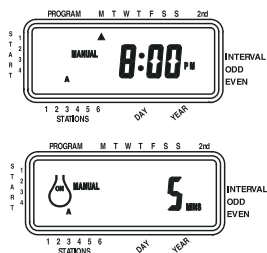

Figure 14: Arrosage manuel de la station 3 pendant cinq minutes
- Pour sauter une station, appuyer sur la touche **SUIVANT** jusqu'à ce que le curseur clignote au-dessus du numéro de la station que vous voulez programmer. Par exemple: pour régler la station 3 pour une durée de cinq minutes, appuyer sur la touche **MANUEL**, et ensuite appuyer sur la touche **SUIVANT** cinq fois pour sélectionner le mode de fonctionnement manuel et avancer à l'arrosage pour la station 3; à l'aide des touches + et -, régler la durée d'arrosage manuel à cinq minutes; ensuite appuyer sur **ENTER** [Voir Figure 14].